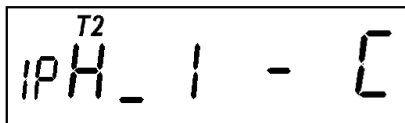

Рисунок 4.3
- рН – признаки наличия фазных напряжений и индикация правильности подключения. Индикация цифр 1, 2 и 3 свидетельствует о наличии соответствующих фаз, отсутствующая фаза индицируется символом "дефис". Символами "А", "b", "С" индицируются фазы, в которых зафиксировано наличие тока при отсутствии напряжения. Черточки сверху и снизу перед каждой фазой обозначают выход значения напряжения фазы за задаваемые пределы соответственно сверху или снизу. Символ "1" перед обозначением кадра "рН" информирует об отрицательных значениях углов векторов напряжений при наличии всех трех фаз. Рисунок 4.3 свидетельствует о наличии отрицательных значений углов напряжений (l), наличии фазы А (1), отсутствии фазы В, которое индицируется символом "-" (дефис) и наличии тока в фазе С при отсутствии напряжения в этой фазе, черточка снизу перед фазой А обозначает выход значения напряжения фазы за задаваемые пределы, в данном случае – снизу. Т2 – текущий тариф.